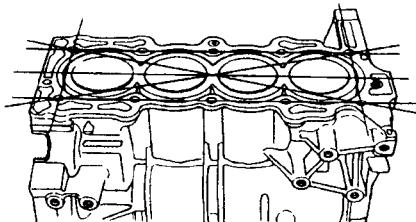
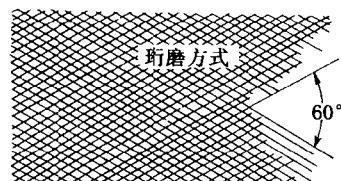

图 2-6 检查缸体的翘曲
图 2-7 缸孔的珩磨
②把精密直尺按图 2-6 所示对角放置在缸盖与缸体或排气歧管接触表面, 然后用塞尺测量其四周及交叉线位置, 以检查缸体上平面的翘曲量。翘曲量标准值为: 最大 0.07mm 以下, 极限为 0.10mm。翘曲量若不符合要求, 应修理或更换缸体。
(2) 磨缸
①测量缸径。如果缸体要重新使用, 则珩磨缸孔, 然后重新测量缸径。
②用珩磨油或油石以 60° 交叉方式 (图 2-7) 珩磨缸孔。注意, 只能用 400 号或更细的刚性油石 (如 Sunnen、Ammo) 进行珩磨, 不得用有裂纹或磨损的油石。
③磨缸后, 彻底清除缸体内的所有金属碎屑, 并用热肥皂水清洗, 然后立即吹干, 抹上机油, 以防生锈。注意, 不要使用溶剂清洗, 否则油石碎屑在缸体上会重新分布, 而不易彻底清除。
④在气缸磨至修复极限后, 如果气缸仍有刮伤的痕迹, 则重新珩磨。珩磨后用热肥皂水清洗气缸。注意, 只对有刮痕的缸孔进行珩磨。